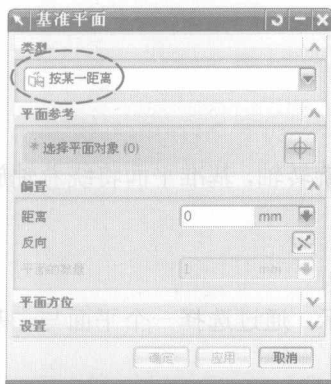
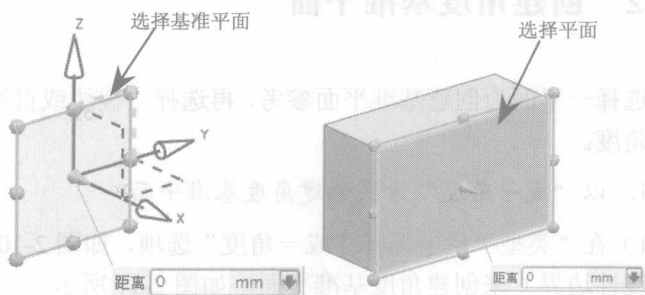

图 2-2 选择“按某一距离”选项
图 2-3 选择平面或基准平面作为参照
(1) 在“类型”栏中选择“按某一距离”选项作为基准平面创建的方法,如图 2-2 所示。选择一平面或基准平面作为参照,如图 2-3 所示。